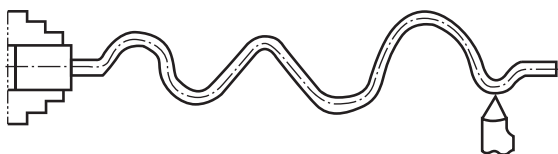

图 1-19 大、中、小拖板摇动训练
(1) 大拖板、中拖板和小拖板慢速均匀摇动, 要求双手交替、动作自如。
(2) 分清拖板的进退刀方向, 要求反应灵活, 动作准确。按图 1-19 训练效果最佳。